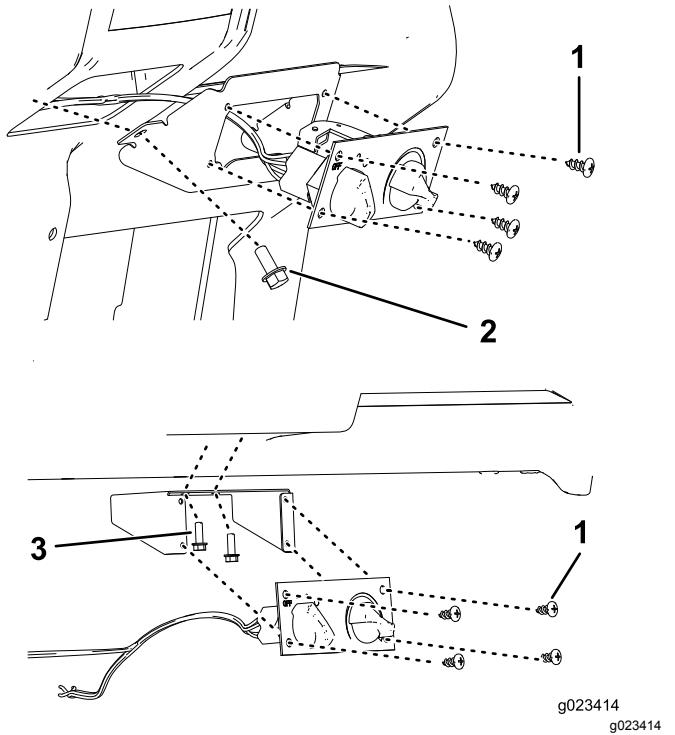

**Bild 4**
2. Befestigen Sie die Heizung und Halterung mit den mitgelieferten U-Bügeln und Bundmuttern am vorderen Rahmenrohr (Bild 4).
3. Befestigen Sie die R-Klemme unter der obersten Mutter, die der Maschinenmitte am nächsten ist (Bild 4).